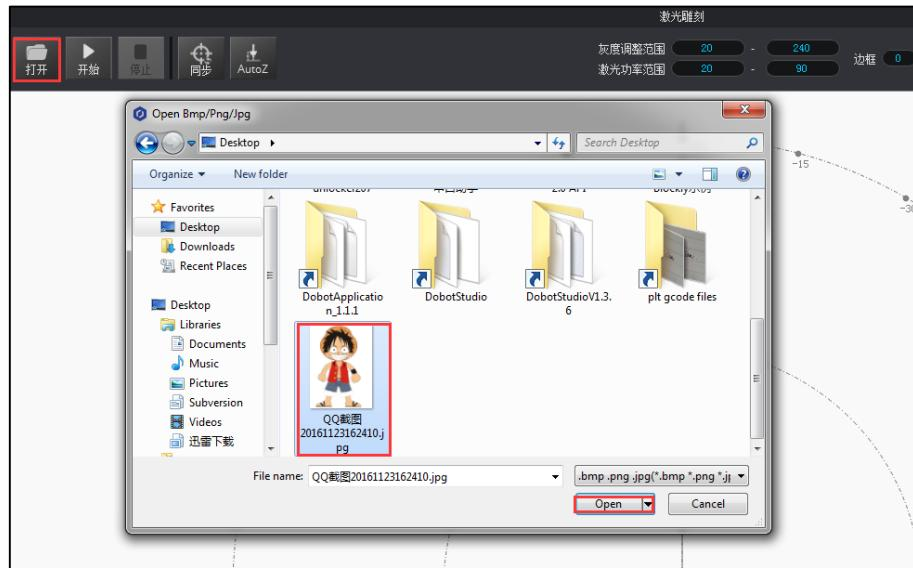

图 5.90 导入图片
**步骤 2** 在“激光雕刻”界面单击“打开”，导入图片，比如BMP、JPEG和PNG。如图 5.90所示。